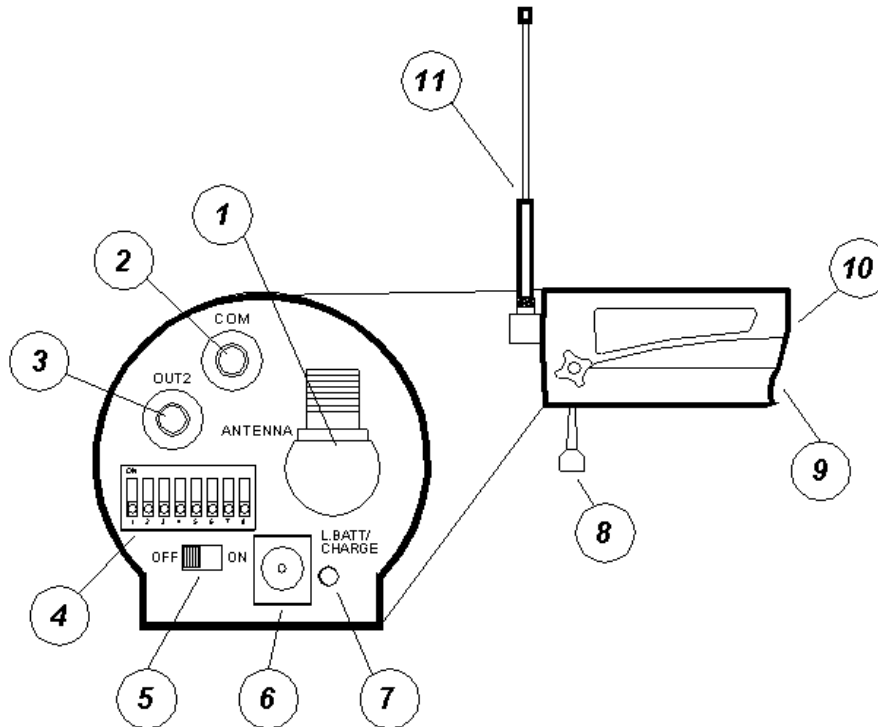

Figura 1
- Tensión de recarga : tensión aplicada al jack de recarga (ver Figura 1 nº 6) La tensión tiene que estar comprendida entre 8V y 13V (la utilización de una tensión superior a los 13V está altamente desaconsejada ; para tensiones superiores, existe un elemento de protección (varistor) que interrumpe el sistema de alimentación. El circuito se restablece cuando las condiciones de tensión vuelven a su rango operativo.